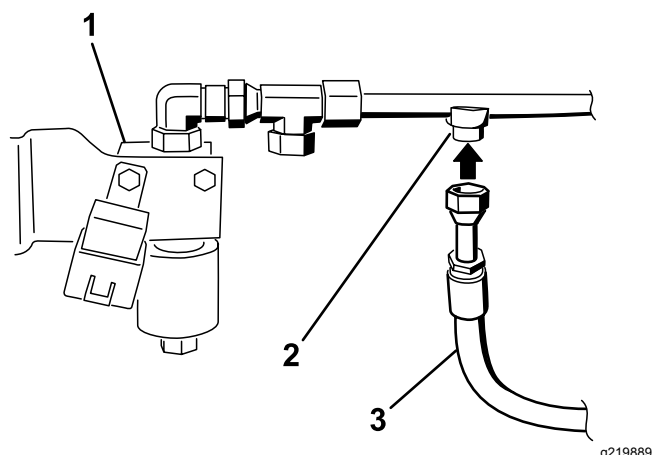

図 29
8. 図 29に示すように、フィッティング付きの油圧ホースを油圧ライン2番のフィッティングに取り付ける。